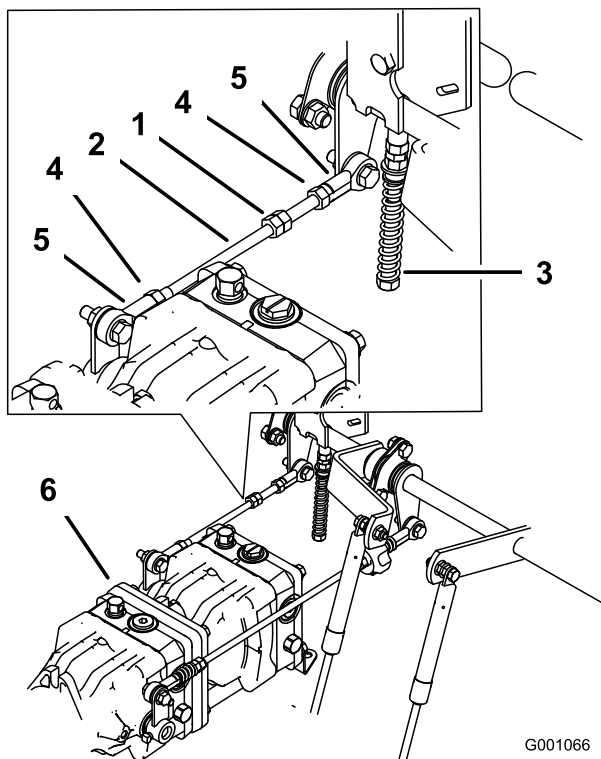

Figura 75
1. Afloje las contratueras de la articulación esférica de la varilla de control de la bomba (Figura 75).
3. Ajuste la longitud de la varilla de la bomba girando las tuercas dobles de la varilla, en el sentido apropiado, hasta que la rueda quede estacionaria o se mueva muy lentamente en marcha atrás (Figura 75).
6. Apriete las contratuercas de las articulaciones esféricas (Figura 75).